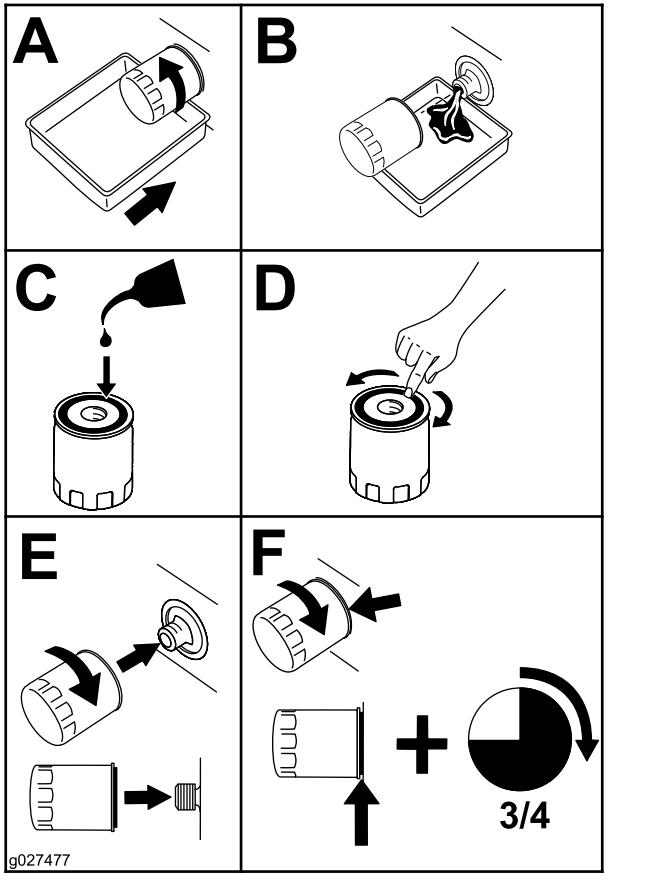

Bild 26
2. Wechseln Sie den MotorölfILTER aus (Bild 26).